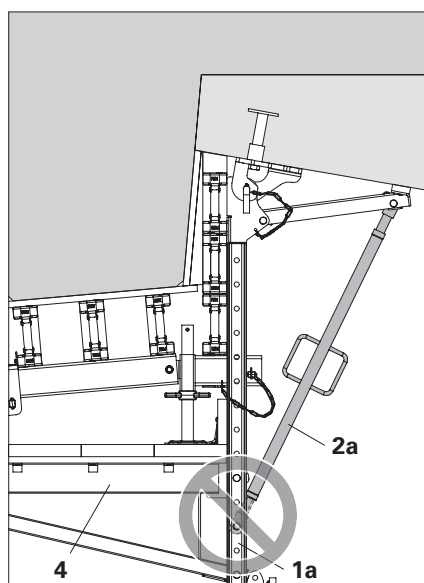

Fig. A4.01b
- Non fissare mai il braccio regolabile AV 82 (**2a**) tra i punti di fissaggio della trave a sbalzo piattaforma VGK 170 (**4**). (Fig. A4.01b)